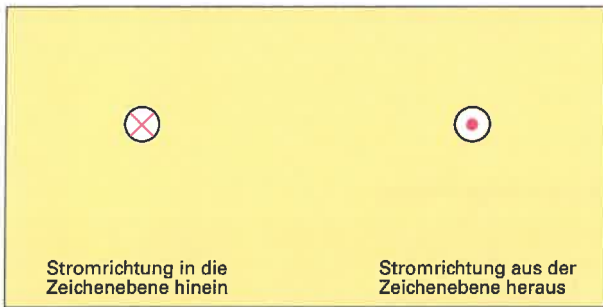

Bild 1: Stromdurchflossener Leiter und Magnetfeld
- Skizzieren Sie im **Bild 1** die Magnetfelder der stromdurchflossenen Leiter mit drei Feldlinien. Geben Sie die Feldlinienrichtung an.